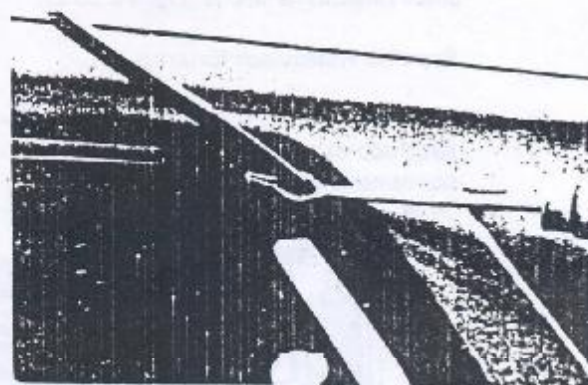

Figura 8.45.2 - Instalação da guarnição expansora central
3. Instalar a guarnição expansora central, utilizando-se de uma ferramenta adequada, deslizando-a por toda a extensão da guarnição externa. (Figura 8.45.2).